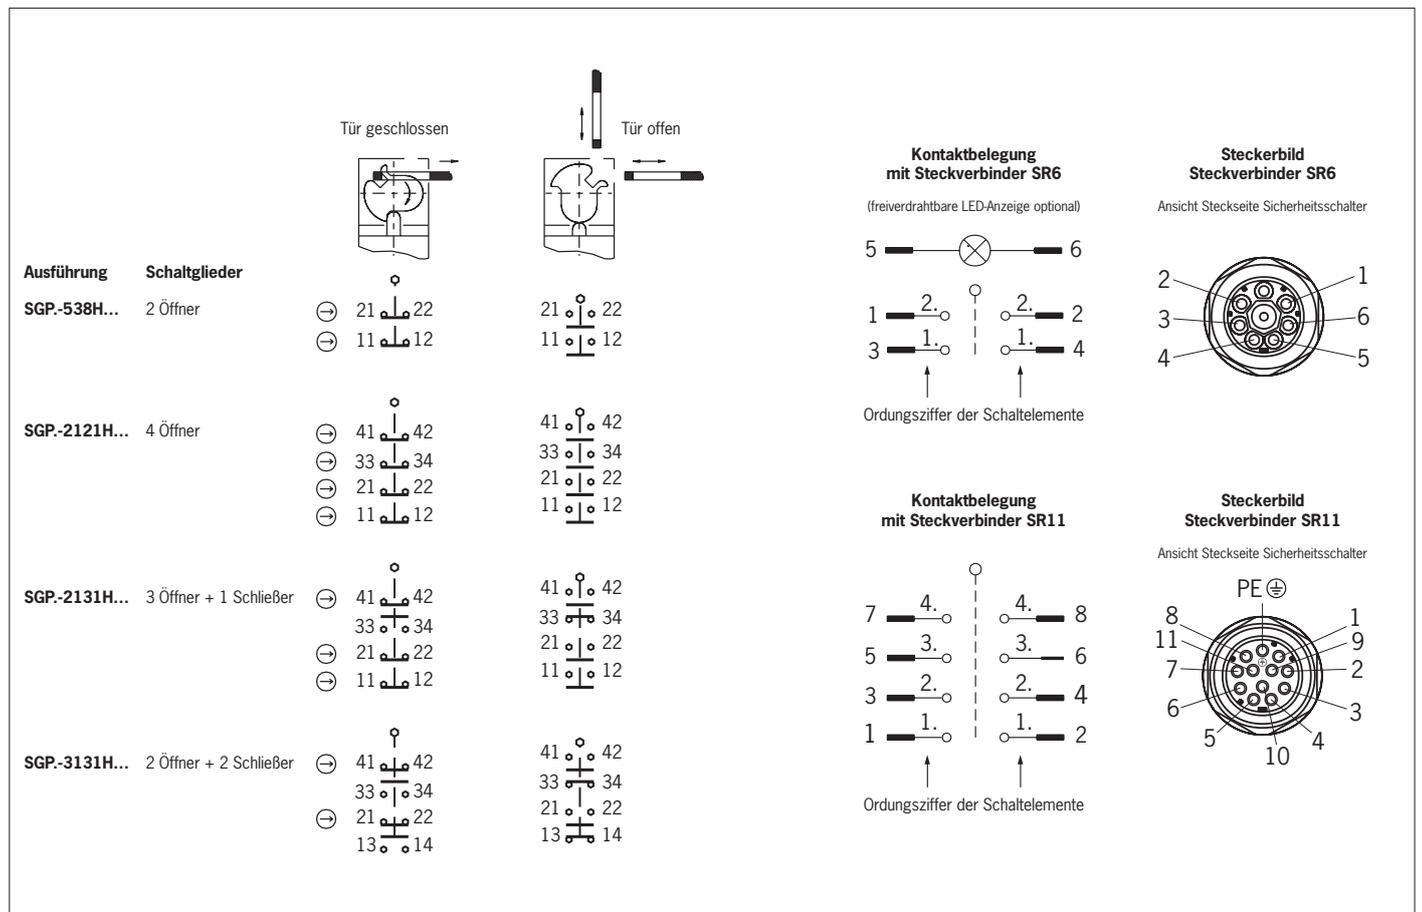

Bild 2: Schaltelemente und Schaltfunktionen
Es muss mindestens ein Kontakt \ominus verwendet werden. Dieser signalisiert die Stellung der Schutz-einrichtung (Kontaktbelegung siehe Bild 2).
3. Anschließen und Klemmen mit 0,5 Nm anziehen (Kontaktbelegung siehe Bild 2).